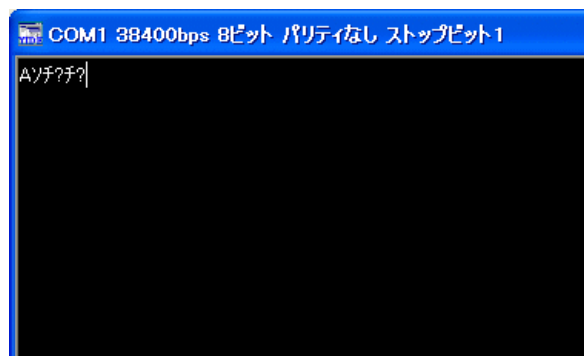

図 19 デバッグモニタの動作確認画面
6. デバッグモニタが正常に動作している場合、製品の電源を入れるとターミナル画面に“A?”と表示されます。パソコンの[Enter]キーを押すと、図 19 のように“ち?”が表示されます。